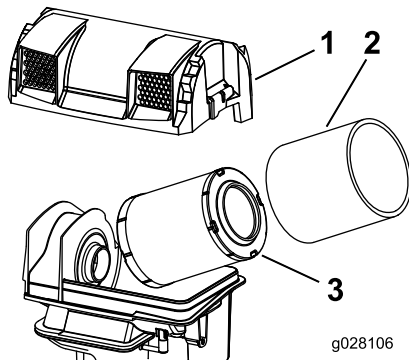

Figura 58
3. Retire los elementos de gomaespuma y de papel (Figura 58).
4. Separe el elemento de gomaespuma del elemento de papel (Figura 58).
2. Instale los elementos en la base del limpiador de aire (Figura 58).